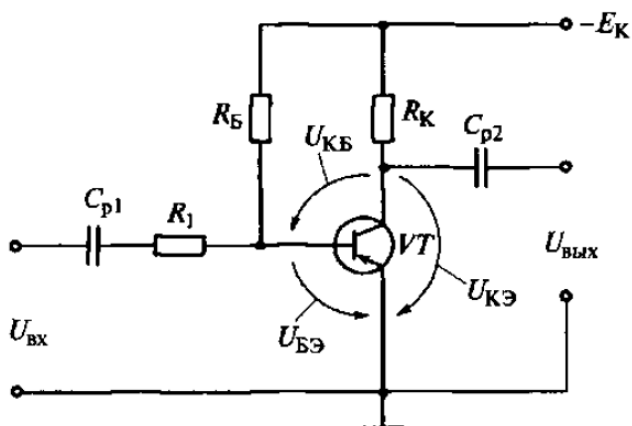

Рис. 6
4. При включении биполярного транзистора VT по схеме с общей базой коэффициент усиления по току равен 0,95. Чему будет равен коэффициент усиления по току биполярного транзистора, если его включить по схеме с общим эмиттером, как показано на рис. 6?